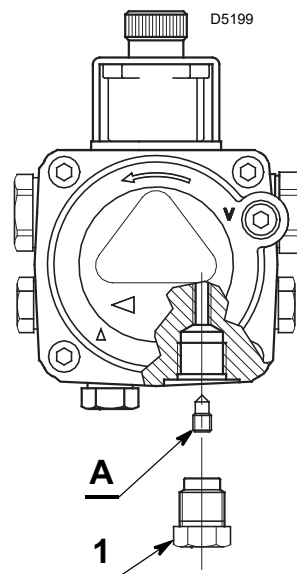

Abb. 10
Die Pumpe ist werksseitig für den Zweirohr-Betrieb eingerichtet. Für Einrohrbetrieb, den Rücklaufstopfen 1) schrauben, die By-Pass Schraube (A) zu entfernen den Rücklaufstopfen 1) wieder aufschrauben (Abb. 10).